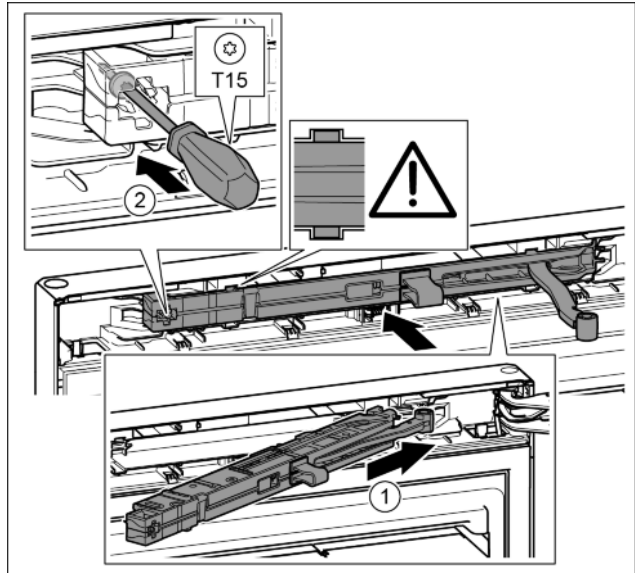

Fig. 24
- ▶ A csapágybak oldaláról ferdén, ütközésig tolja be a záráscsillapító egységet a mélyedésbe. Fig. 24 (1)
- ▶ Húzza meg a csavart egy T15 csavarhúzóval. Fig. 24 (2)